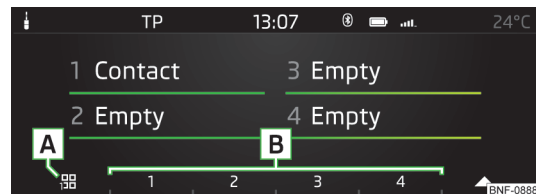

Fig. 115
- Premere più volte di seguito il tasto funzione **[A]** » **fig. 115** per selezionare il gruppo desiderato.
- Per avviare il **collegamento** premere il tasto funzione del contatto desiderato **[B]** » **fig. 115**.